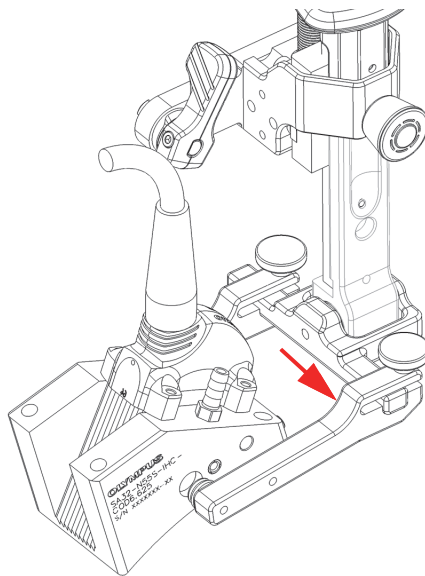

Figura 2-13 Desplazamiento del brazo de horquilla hasta la punta de la viga pivotante de horquilla
1. Afloje el tornillo de apriete manual del brazo de horquilla; después, deslice uno de los brazos de horquilla hacia el exterior hasta la punta de la viga pivotante de horquilla. El tornillo y el brazo deben permanecer instalados en el soporte de sonda (ver Figura 2-13 en la página 50).